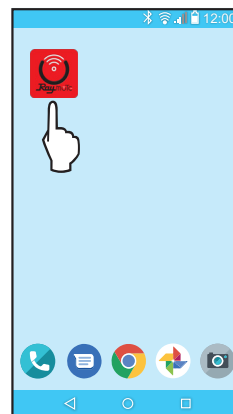

Figure 77. Localisez l'icône de l'appli Raymote
2. Trouvez l'icône de l'application mobile Raymote sur votre appareil. Voir **Figure 77**.